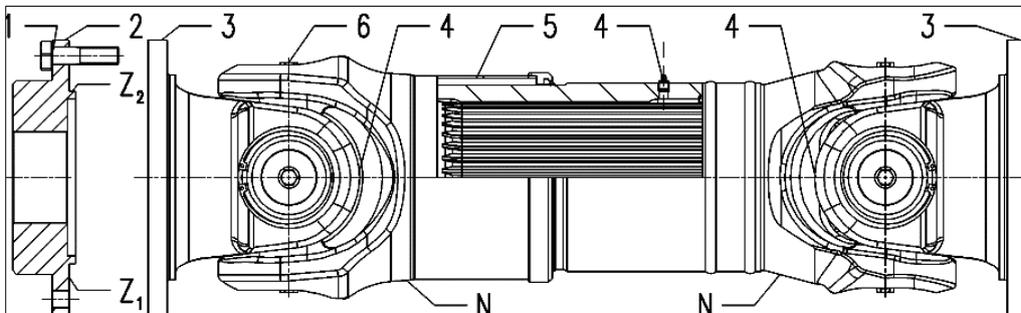

Abb. 6.3: Gelenkwelle
- ⇒ Beim Zusammenbau der Gelenkwelle darauf achten, dass die Null-Markierungen (N) in einer Ebene liegen (→ Abb. 6.3).